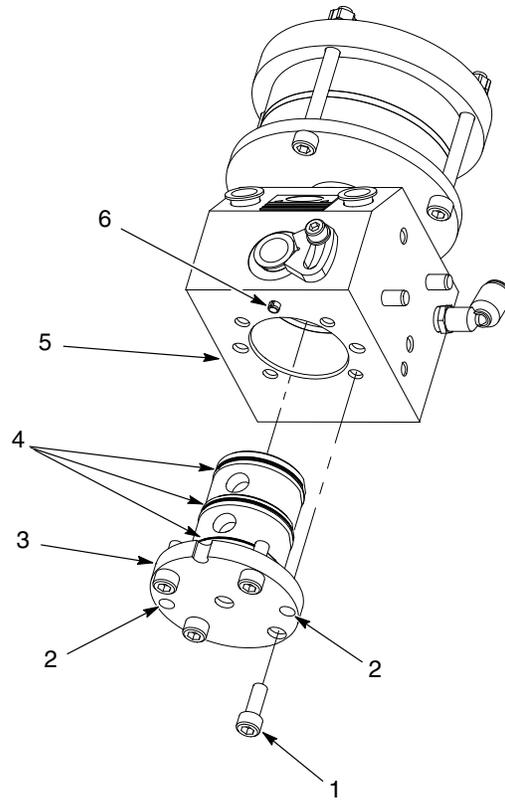

Figura 7 Sostituzione della cartuccia di tenuta del regolatore CP II
1. Vedi figura 7. Rimuovere le viti (1) che fissano la cartuccia di tenuta del regolatore CP II (3) al corpo (5).
2. Inserire due viti (1) nei fori di sollevamento (2). Stringere le viti per rimuovere la cartuccia di tenuta del regolatore CP II dal corpo (5).
3. Pulire l'interno del corpo (5) con un solvente compatibile o pulire con un panno.
4. Lubrificare gli o-ring (4) sulla nuova cartuccia di tenuta del regolatore CP II (3) con lubrificante per o-ring.
5. Assicurarsi che la scanalatura nella base della cartuccia di tenuta con premistoppa del regolatore CP II (3) sia allineata alla punta (6) nel corpo (5). Fissare la cartuccia di tenuta del regolatore CP II (3) al corpo usando le viti (1). Serrare le viti a 90 in.-lb (10 N•m).